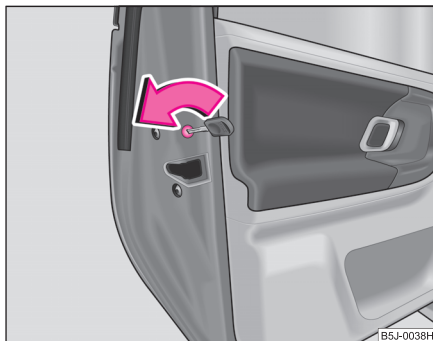

Fig. 21 Siguranța de la ușile din spate pentru copii
- Rotiți cu cheia de contact fanta din ușile din spate în sensul săgeții ⇒ fig. 21.